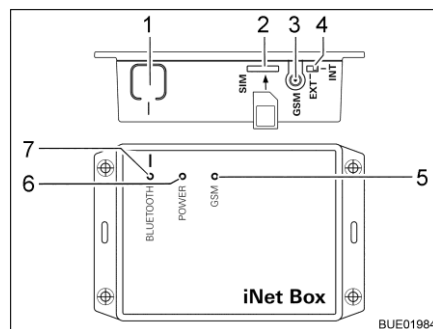

Fig. 233 Truma iNet-Box
- Appuyer sur la touche BLUETOOTH (Fig. 233,1) sur l'iNet-Box pendant 1 seconde. La Truma iNet-Box est visible pendant env. 2 minutes dans le terminal mobile (nom : "Truma iNet-Box"). Durant ce laps de temps, la DEL BLUETOOTH (Fig. 233,7) clignote.
- Introduire la mini-carte SIM qui a son propre numéro de téléphone et un crédit suffisant avec précaution comme illustré dans l'emplacement (Fig. 233,2) de la Truma iNet-Box jusqu'à ce qu'elle s'enclenche. La DEL rouge GSM (Fig. 233,5) doit clignoter en permanence. Si la DEL rouge s'éteint au bout de 20 secondes : contrôler la mini-carte SIM.